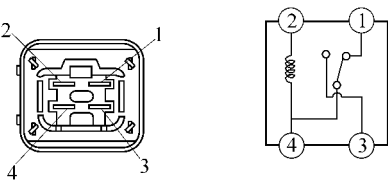

图 18-76 检查前照灯调光器继电器配线和接插件
3) 检查前照灯调光器继电器、配线和接插件如图 18-76 所示。其导通情况见表 18-8。